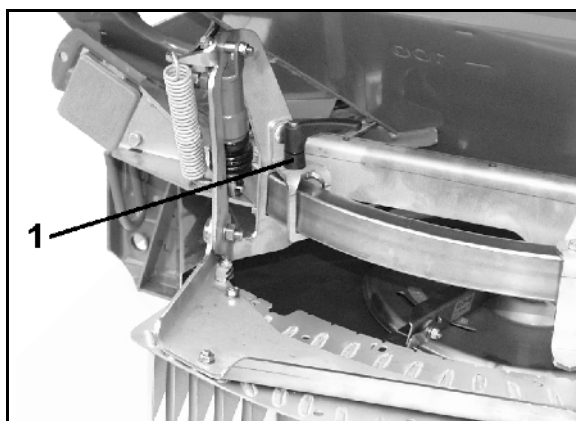

Fig. 75
1. Det gør du ved at løsne grebet (Fig. 75/1).